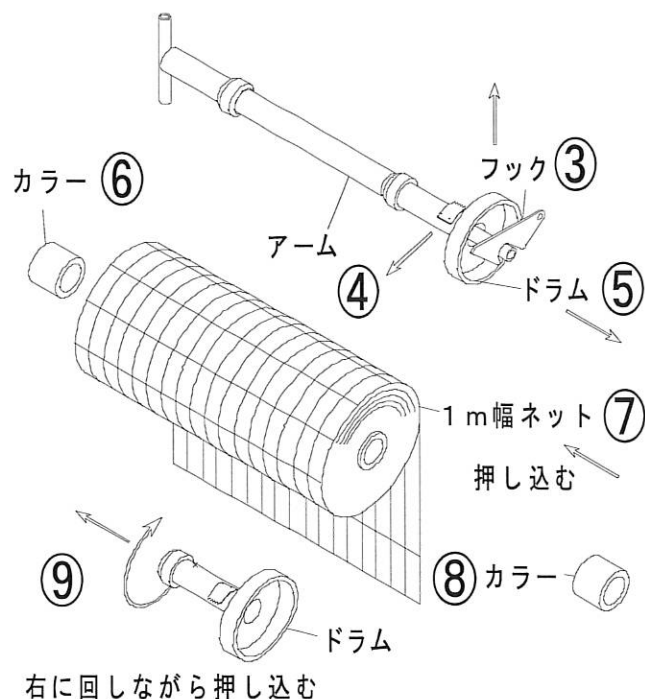

図 1 (1mネットセット図)
4. ドラムにネット⑦を図1の巻き方向で差し込む。
5. アームにカラー⑧を入れる。